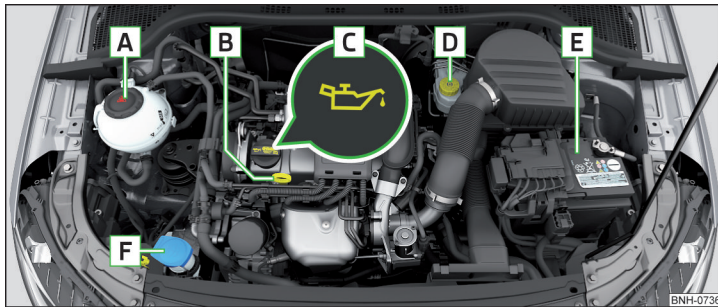

Abb. 231 Anordnungsbeispiel im Motorraum
- Den Deckel der Motoröleinfüllöffnung **C** abschrauben » Abb. 231 auf Seite 208.